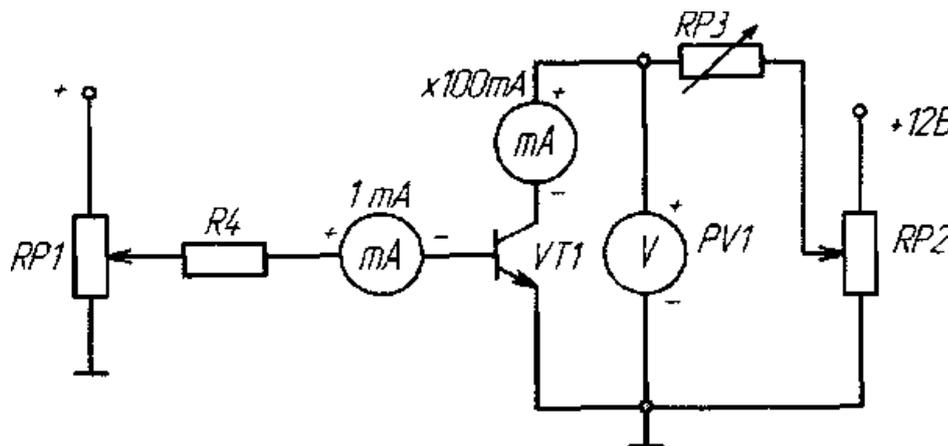

Рис.2
1) Собрать схему для снятия характеристик прямой передачи по току биполярного транзистора (рис.2). Для измерения тока базы подключить миллиамперметр РА1 (до 1 мА), а для измерения тока коллектора подключить РА2 (до 100 мА). Для измерения напряжения на коллекторе использовать вольтметр РВ1; в качестве резистора в цепи коллектора использовать резистор РР3 (переключить на 200); резистор РР2 (переключить на 5); регулировка производится с помощью РР1.